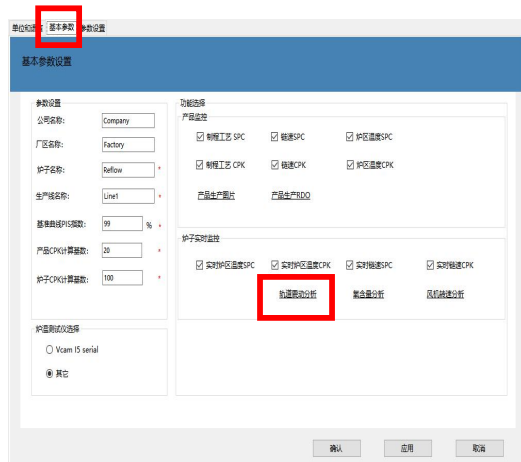

图 1
a. 打开 PIS 软件点击  基本设置，点击基本参数在点击轨道震动分析如图 1；